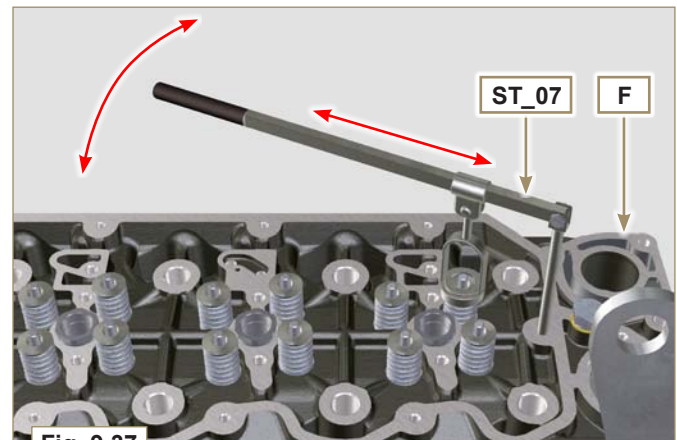

Fig. 9.37
- 5 - Das Werkzeug **ST\_07** wie in der Fig. 9.37 dargestellt auf dem Ventil positionieren.